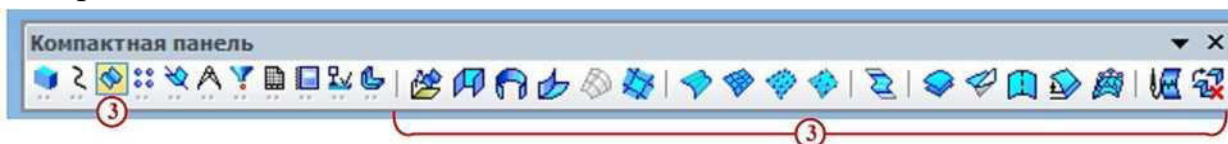

Рисунок 8 Инструментальная панель Поверхности
- кнопка вызова панели **Поверхности 3**, рисунок 8, предназначенная для построения поверхностей различными методами;